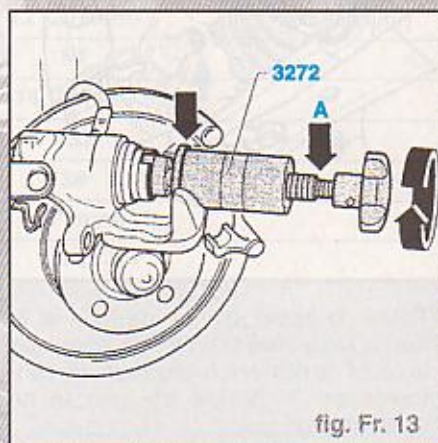

fig. Fr. 13
- Visser le piston en tournant vers la droite la molette de l'outil spécial 3272 (Fig. Fr. 13).